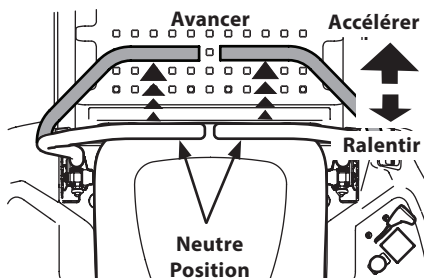

Figure 23
1. Avancez lentement et régulièrement les deux leviers de contrôle de la barre abdominale. Le tracteur commencera à avancer. Consultez la Figure 23.